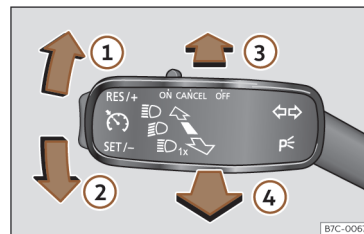

Fig. 89 Manípulo dos indicadores de mudança de direção e dos máximos.
- A partir da posição base, pressione para a frente o manípulo dos indicadores de mudança de direção e de máximos >>> **Fig. 89** .
- **OU:** com a luz de máximos ligada, puxe para trás o manípulo dos indicadores de mudança de direção e de máximos >>> **Fig. 89** .